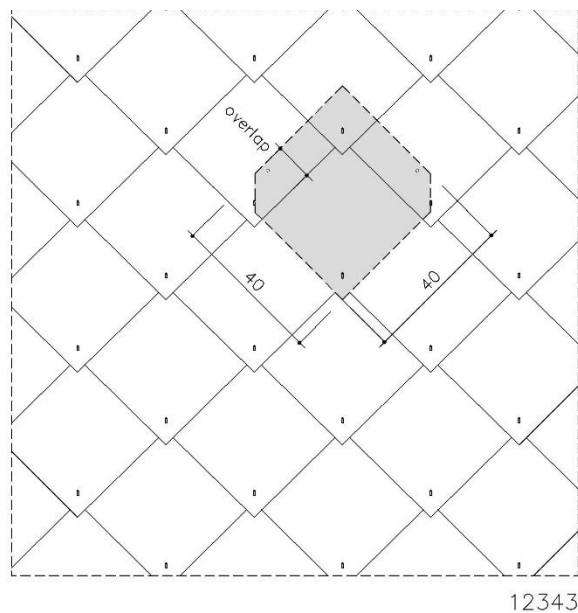
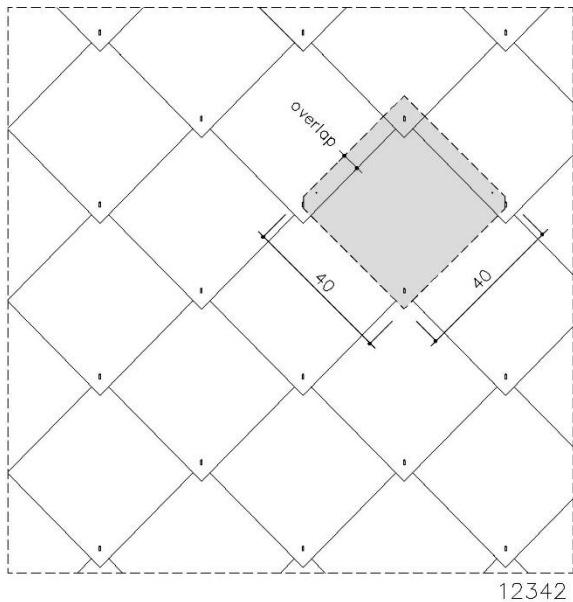
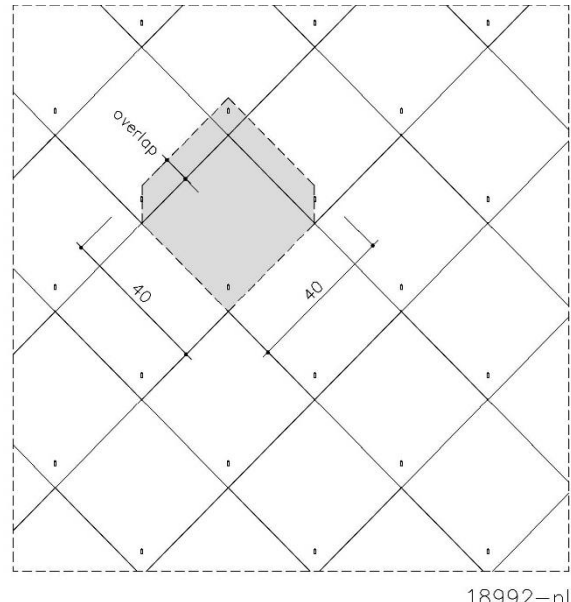

Fig. 1: Ruitlei formaat 40/40/10 (dak) – overlap 100mm – “klassieke plaatsing”
Fig. 2: Alterna ruitlei – “klassieke plaatsing”
Fig. 3: Alterna ruitlei – plaatsing in “dambordpatroon”
*: zie Fig. 1 - **: zie Fig. 2 - ***: zie Fig. 3